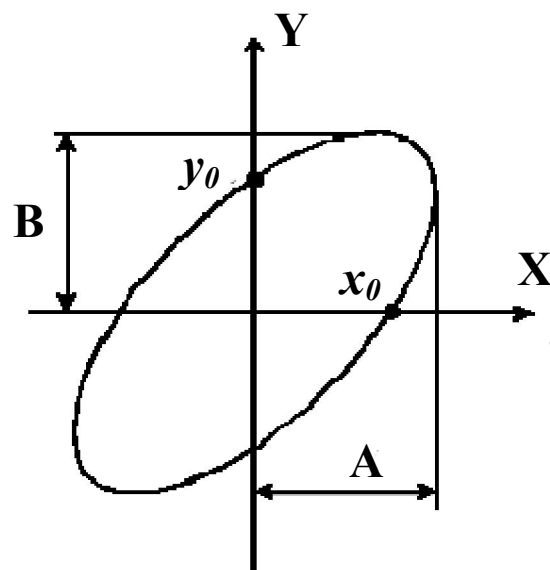

Рис.7. К определению сдвига фаз методом фигур Лиссажу.
Выражение (19) – уравнение эллипса, описываемого электронным лучом на экране осциллографа (рис. 7).
11. Определить точки пересечения эллипса с осями координат  $x_0$ ,  $y_0$  и максимальные отклонения луча A и B (см. рис.7). По формуле (21) определить экспериментально сдвиг фаз между током в RC цепи и напряжением генератора, а по формуле (8) рассчитать  $\varphi$  теоретически. Все измеренные и рассчитанные данные занести в таблицу: